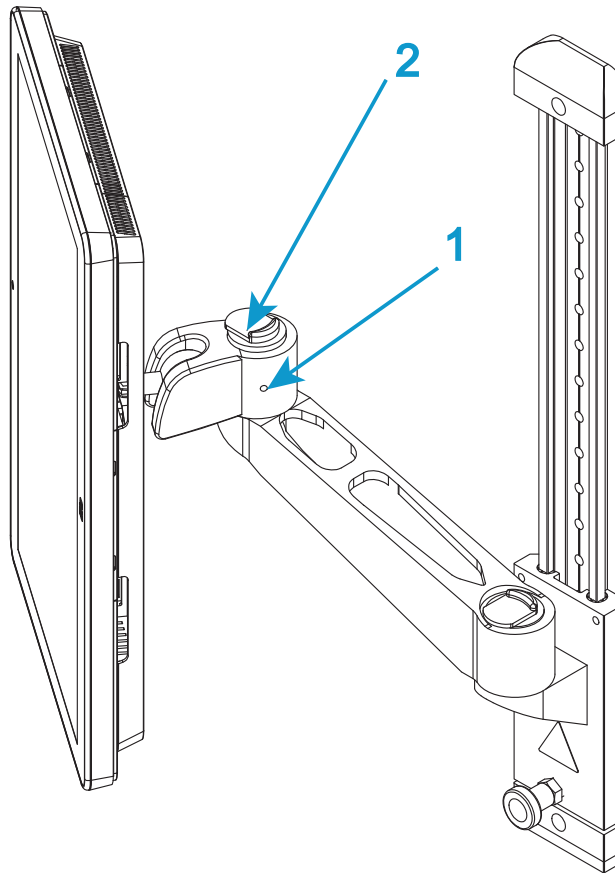
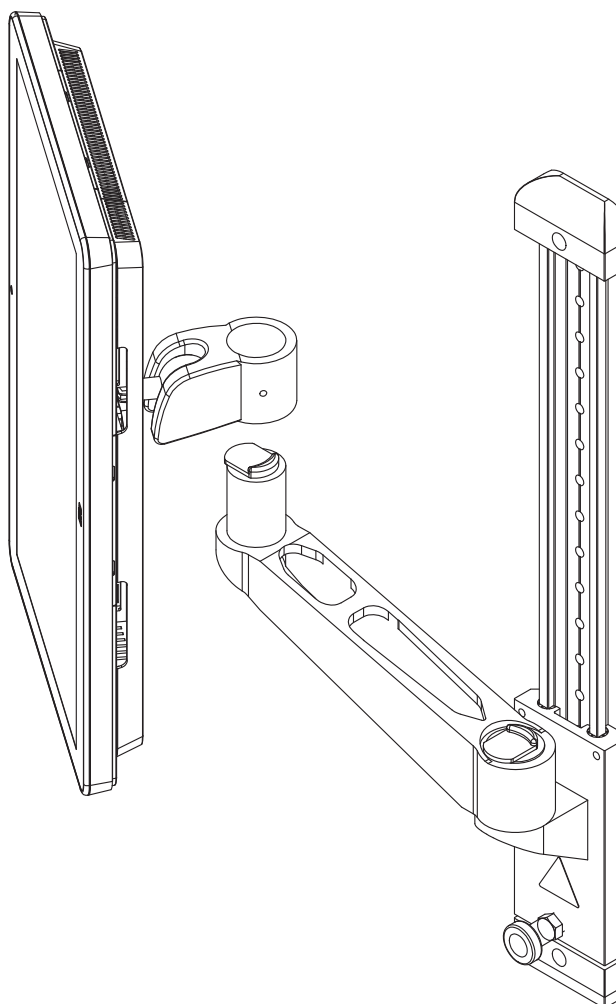

Figura 12. Braccio di montaggio
Figura 13. Sollevare per rimuovere
3. Se necessario, allentare la vite di fissaggio posta lateralmente sul "gomito" del braccio di montaggio (1 in Figura 12 a pagina 49).
4. Mettere in funzione il meccanismo di rilascio sulla parte superiore del "gomito" (2 in Figura 12 a pagina 49) e sollevare Dashboard operatore[®] Bluehill lontano dal braccio di montaggio (Figura 13 a pagina 50).